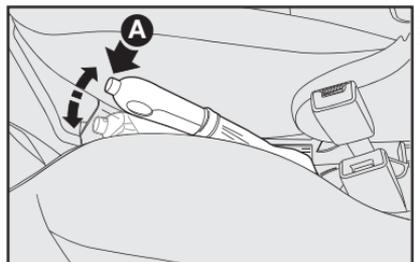

fig. 1
FRENO DE ESTACIONAMIENTO - fig. 1
- 1) Levante un poco la palanca y presione el botón **A**-fig. 1.